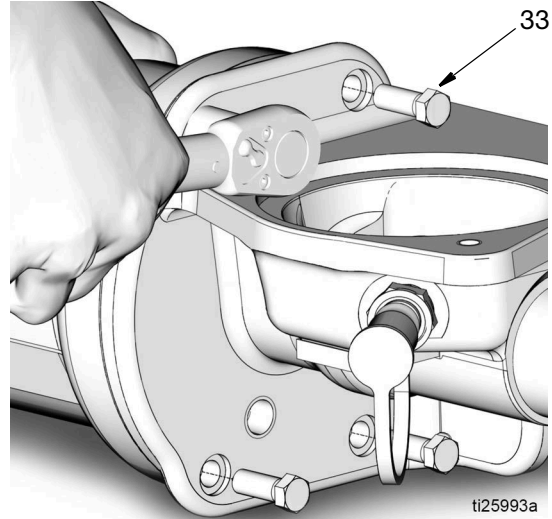

FIG. 52
- c. Instale 4 pernos nuevos (33). Apriete a mano los pernos de forma regular, un poco cada vez en un patrón en diagonal. Apriételos después diagonalmente a un par de 10-13 ft. lbs. (13,5-17,6 N•m). Consulte FIG. 52.